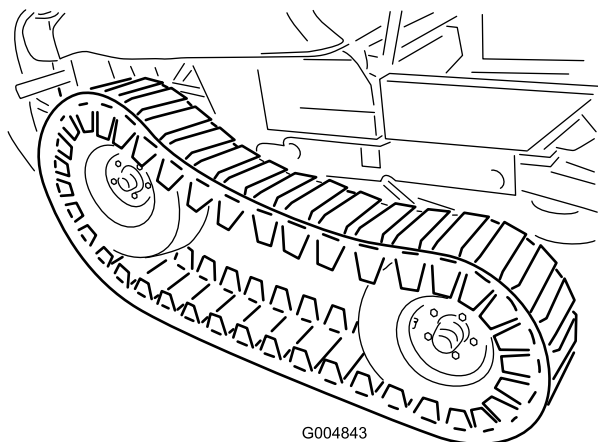

Figura 120
48. Com um ajudante, levante a dianteira da lagarta o suficiente para, cuidadosamente, instalar os pneus da frente (Figura 120).